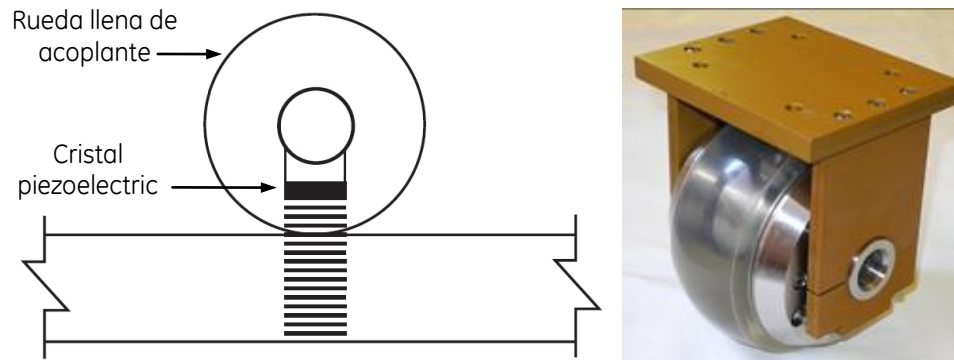

Figura No. 61: Método de acoplamiento con transductor de rueda
- Transductores de rueda: Los transductores de rueda consisten de un neumático o llanta de plástico lleno a presión con líquido de acoplamiento, figura No. 61. Durante un ensayo ultrasónico, el neumático rueda o gira sobre el objeto examinado y mantiene un acoplamiento continuo. El transductor está unido sólidamente al eje de la rueda y está ubicado a unos pocos milímetros de la superficie del neumático. El transductor puede ser inclinado para que sea orientado con un ángulo adecuado para que sean producidas ondas transversales en el objeto examinado. El ángulo entre el plano de incidencia y la dirección de desplazamiento de la rueda se pueden ajustar a cualquier valor entre 0 y 1.57 radianes (0 y 90 grados).